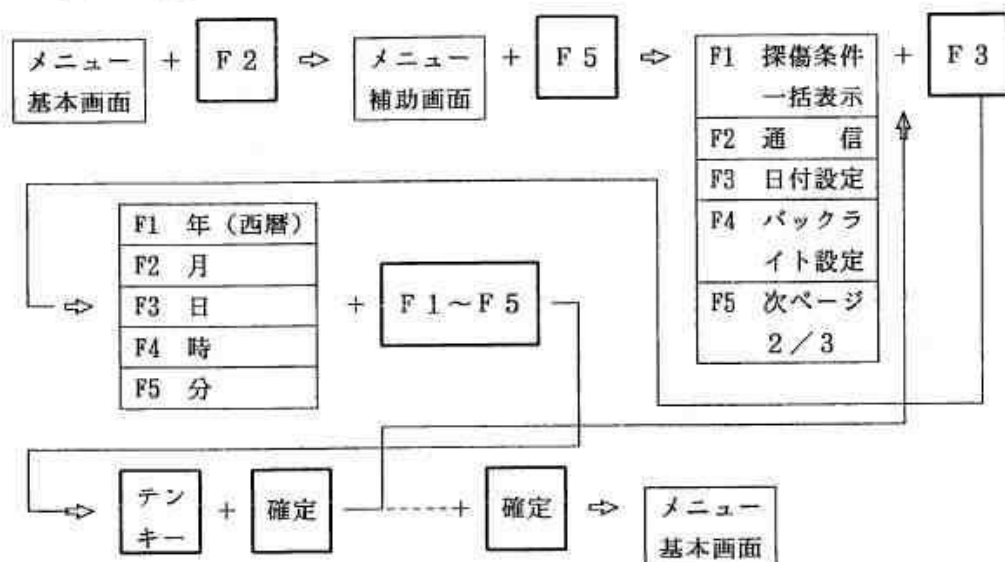

図 6.2.13 UI-23 中の日付と時刻を調整する方法
- ⑤ 確定キーを1回押します。指定したデータがUI-23へ送られます。受信されたデータファイルは、UI-23のデータリストの最後から保存されます。
⑥ この操作を取り消す場合は、図 6.2.13 に示したように、選択キー [F 3] の代わりに取消キーを2回押します。メニューエリアには、メニュー基本画面が表示されます
6. 2. 2 (7) 日時設定
- ① 選択キー [F 2] を1回押すとメニューエリアにメニュー補助画面が表示されます。
② 選択キー [F 5] を1回押すとメニューエリアに図 6.2.13 に示す選択メニューが表示されます。
③ 選択キー [F 3] を1回押すとメニューエリアに図 6.2.13 に示す選択メニューが表
- ④ 設定したい項目を選択し、テンキーを用いて数値を入力します。
- ⑤ 確定キーを1回押すと図 6.2.13 に示したように、選択メニューに戻ります。
- ⑥ 日時入力が終わったら、確定キーを1回押した後、続けて確定キーを1回押します。